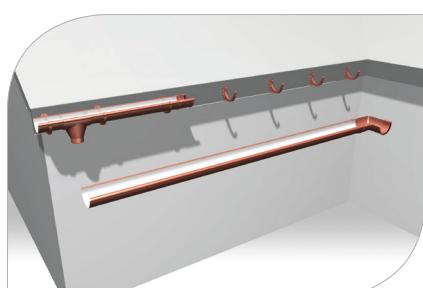

рис. 17
- 3.8 На углах крыши установите углы с уплотнителями (**рис. 17**)